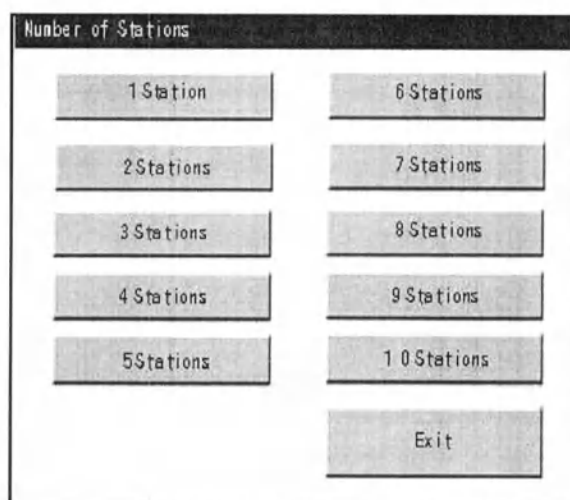

Рис. 66 Окно «Число станций»
9. Чтобы изменить число станций у группы растворов, нажмите на соответствующую кнопку «**Modify**» (Изменить), расположенную справа от окошка, где указано число станций для данной группы. Появится окно «Number of Stations» (Число станций) (Рис. 66).